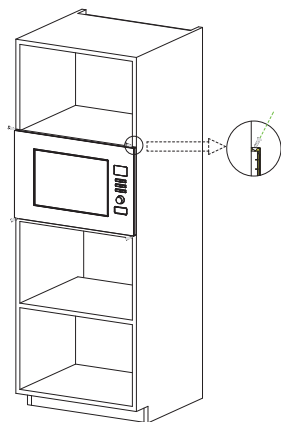

Fig. 2
b) Utilizzare le viti contenute nell'imballaggio dei componenti per fissare il forno a microonde al mobile. (Fig. 2)